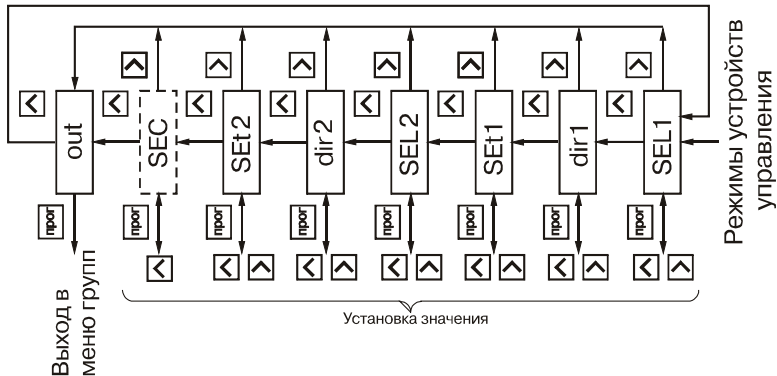

Рис. 26
6.1.9. Группа "**GrouP_d**" (рис. 26) содержит параметры **SEL1** и **SEL2**, задающих входную величину соответственно для ЛУ1 и ЛУ2, параметры **SEt1** и **SEt2**, определяющие логику их работы и параметры **dir1**, **dir2**, определяющие направление счета при котором должны работать выходные устройства.